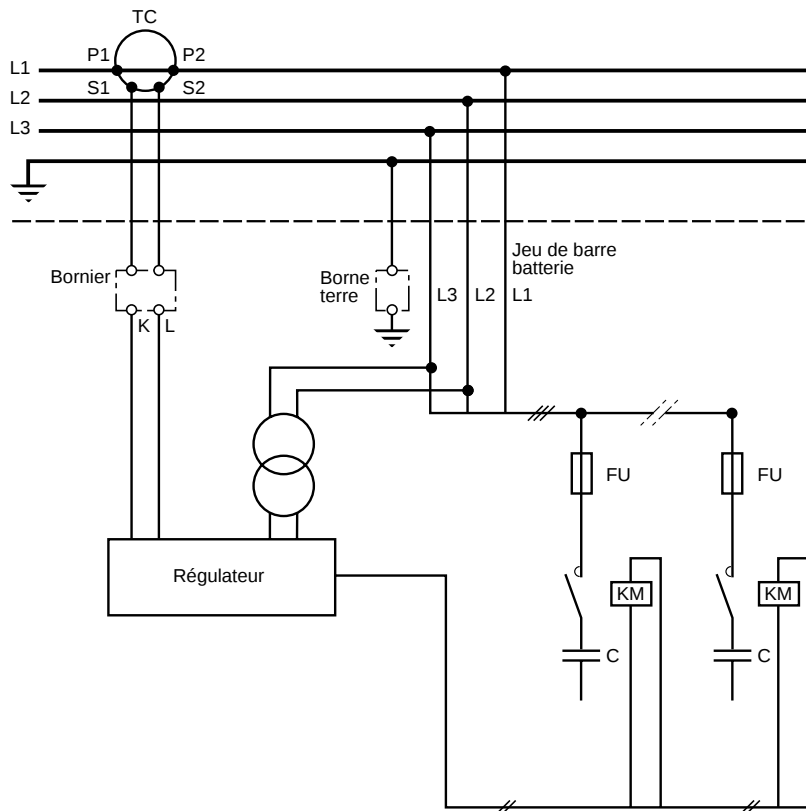

Fig. 10 Schéma électrique de principe, armoires type standard
Le raccordement électrique se fait selon les schémas électriques, (page 6, fig. 10 et 11). Pour le raccordement de puissance, il faut prévoir un organe de protection, si nécessaire.
- raccorder les informations en provenance du TC, S1 sur la borne K et S2 sur la borne L du bornier (fig. 10, 11 et 12).